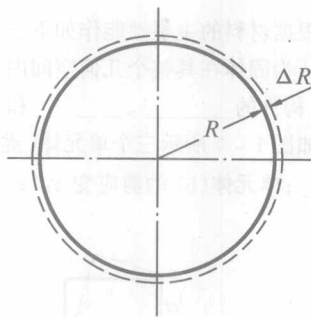

图 1-6
1.6 图 1-6 所示的圆形薄板半径为  $R$ , 变形后  $R$  的增量为  $\Delta R$ 。若  $R = 80 \text{ mm}, \Delta R = 3 \times 10^{-3} \text{ mm}$ , 试求沿半径方向和外圆圆周方向的平均应变。